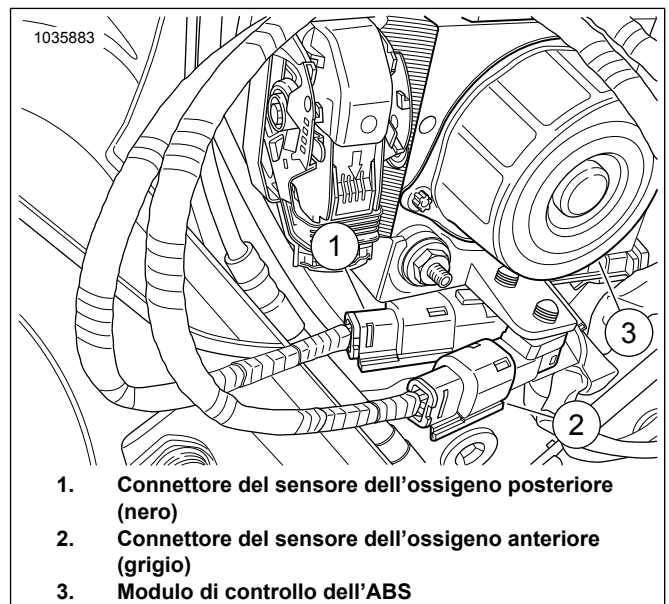

Figura 13. Connessioni del cablaggio principale ATM
12. Vedere Figura 13 e Figura 8. Disporre i conduttori del cablaggio del connettore grigio (3) e nero (1) dietro al modulo di controllo dell'ABS (2) e collegarli al cablaggio principale. Abbinare i connettori in base al colore: nero con nero e grigio con grigio.